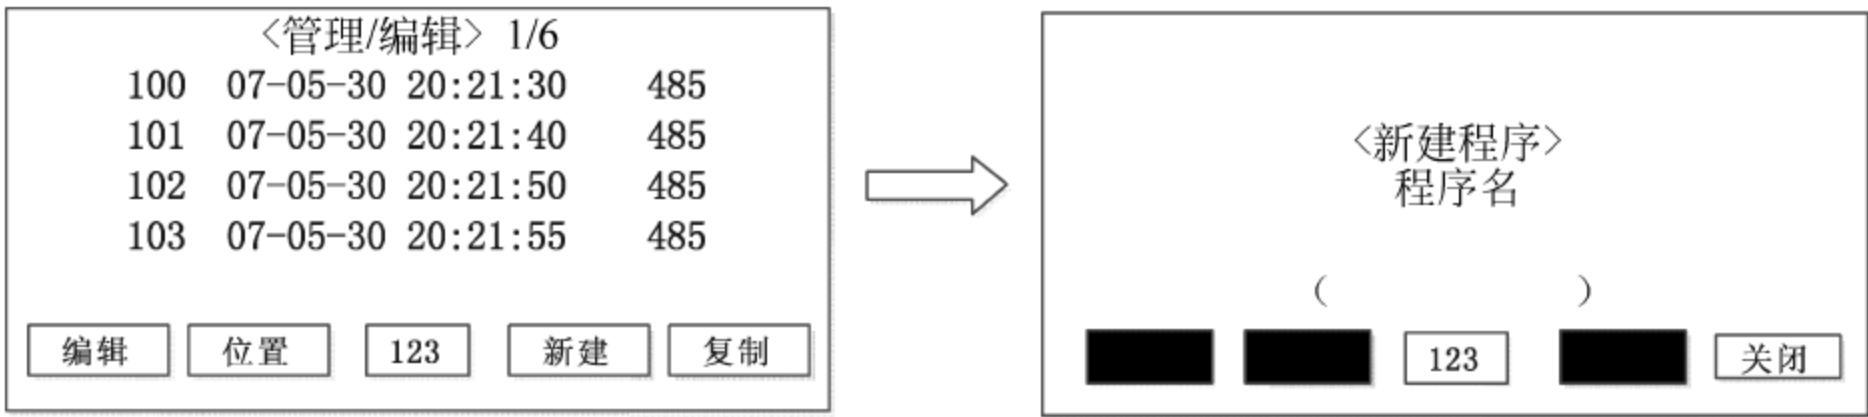

图 4-3 新建一个程序
- (1) 上电后,按 EXE 键进入菜单界面,选择进入“管理/编辑”界面。
- (2) 按下对应“新建”功能的 F3 键,进入如图 4-3 所示界面。